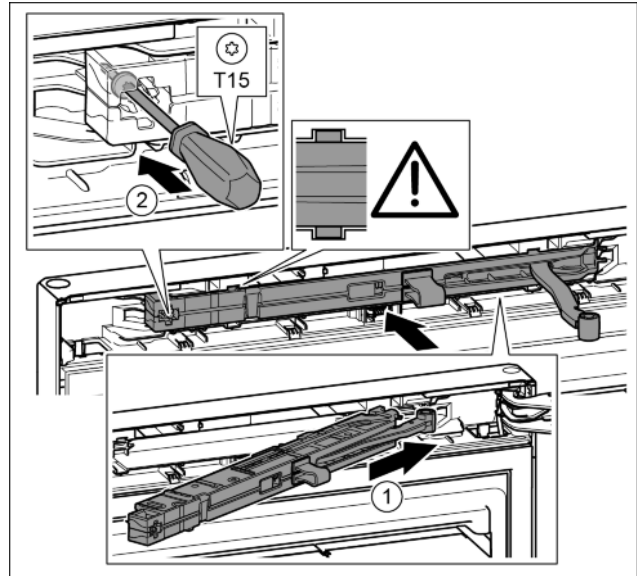

Fig. 42
- ▶ Schließdämpfereinheit auf der Lagerbockseite bis zum Anschlag schräg in die Aussparung einschieben. Fig. 42 (1)
- ▶ Schraube mit einem Schraubendreher T15 festschrauben. Fig. 42 (2)